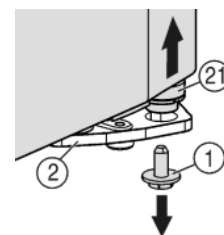
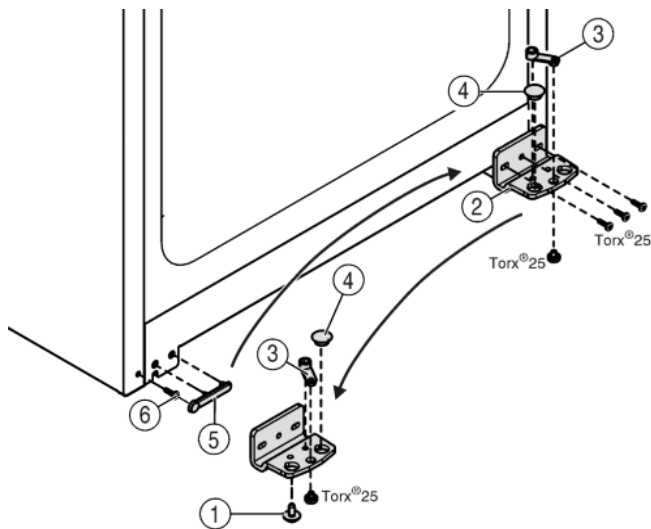

Fig. 4
Fig. 5
- ▶ Внизу справа на опорном кронштейне выкрутите фиксирующий винт Fig. 4 (1).
- ▶ Опорный палец Fig. 4 (21) можно извлечь из опорного кронштейна Fig. 5 (2).
- ▶ Если установочный винт Fig. 4 (21) не откручивается, его можно вынуть, нажав на него снизу.
- ▶ Открутите опорный кронштейн Fig. 5 (2).
- ▶ Открутите опорную деталь Fig. 5 (3) и, переставив в отверстие на противоположной стороне опорного кронштейна, снова прикрутите.
- ▶ Извлеките заглушку Fig. 5 (4) из опорного кронштейна и переставьте ее в отверстие на противоположной стороне опорного кронштейна.
- ▶ Осторожно снимите крышку со стороны ручки Fig. 5 (5).
- ▶ Выкрутите болт Fig. 5 (6) и вкрутите на противоположной стороне.
- ▶ Снова установите крышку Fig. 5 (5).
- ▶ Снова прикрутите опорный кронштейн Fig. 5 (2) на новой стороне шарнира (с моментом 4 Нм). При необходимости используйте аккумуляторный шурупверт.
- ▶ Вкрутите фиксирующий винт Fig. 4 (1) внизу в опорный палец и затяните (с моментом 4 Нм).